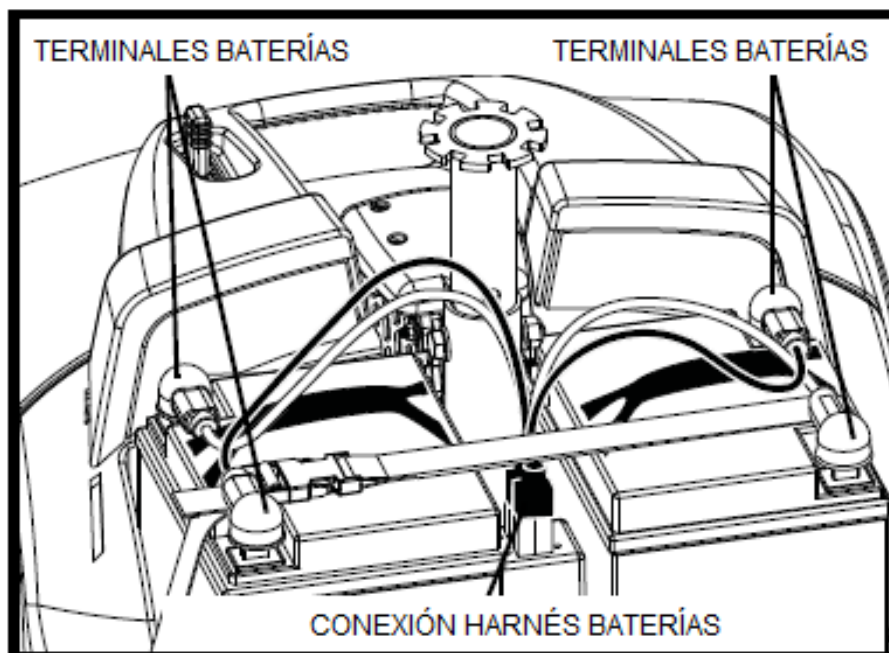

Figura 21. Clavijas de ajuste y terminales de las baterías y correa de fijación de las baterías.
El cargador externo suministrado con el scooter dispone de un conmutador de 115 V o 230 V. Asegúrese de que el conmutador está en la posición adecuada para su región. Si no está seguro del voltaje de su país, póngase en contacto con un electricista antes de enchufar el cable de alimentación del cargador a la toma de alimentación. Si el ajuste no es el correcto, puede que el cargador no funcione correctamente. Mueva el conmutador de voltaje a la posición adecuada. Consulte la figura 21.
1. Coloque su scooter o paquete de la batería cerca de una toma estándar de energía. (Ver figura 21).